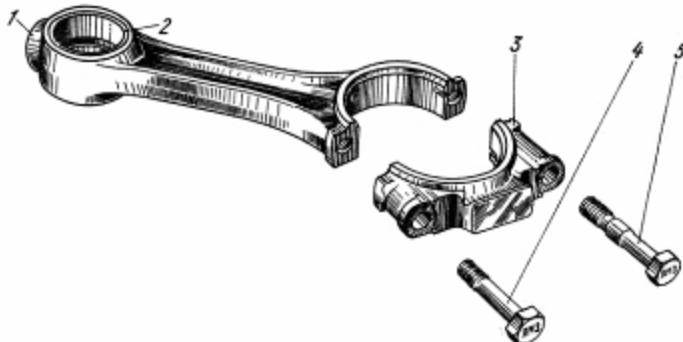

Рис. 10. Шатун двигателей ЯМЗ-238БЕ, ЯМЗ-238ДЕ:
**Шатун** (рис. 10) – стальной, двутаврового сечения, с косым разъемом нижней головки.